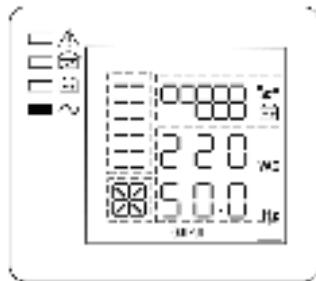

Рисунок 7 - Состояние ЖК-дисплея и индикаторов в режиме «ОСНОВНОЙ» (АКБ и нагрузки подключены).
- Включите изделие комбинацией кнопок  (см. п. 1 таблицы 2). Изделие выполнит автоматическое самотестирование, определит качество входного сетевого напряжения и уровень нагрузки. Процесс самотестирования сопровождается последовательным включением/выключением всех индикаторов. После самотестирования изделие перейдет в режим «ОСНОВНОЙ» и продолжит заряд АКБ. Индикатор «БАЙПАС» погаснет, а индикатор «ИНВЕРТОР» включится (см. рисунок 7).
- Включить нагрузки. Если нагрузок много, необходимо включать их последовательно, одну за другой, на ЖК-дисплее отобразится уровень нагрузки (см. рисунок 7).
Вновь подать сетевое напряжение. Изделие должно автоматически перейти в режим «ОСНОВНОЙ» (см. рисунок 7), либо в режим «ЭКО», если параметр ЕСО включен (см. Приложение 2, описание настройки параметров изделия).